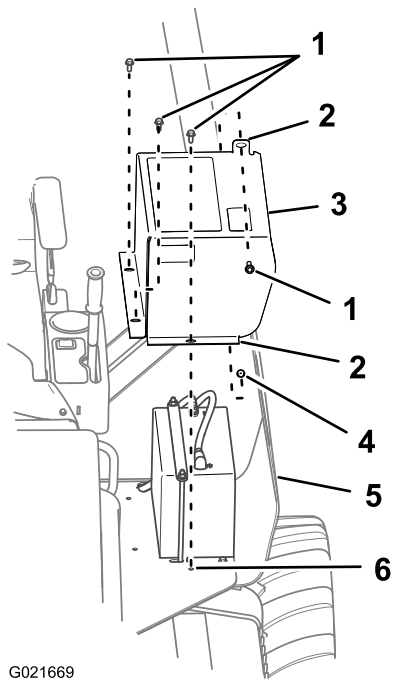

Рисунок 55
2. Снимите болт крепления крышки аккумулятора к пластине ROPS (Рисунок 55).
3. Отверните три болта крепления крышки аккумулятора к платформе оператора и снимите крышку аккумулятора (Рисунок 55)
1. Совместите отверстия в монтажных фланцах крышки аккумулятора с отверстиями в платформе оператора вокруг аккумулятора (Рисунок 55).
2. Прикрепите крышку аккумулятора к пластине ROPS с помощью болта (Рисунок 55).
3. Закрепите крышку аккумулятора на платформе оператора с помощью трех болтов, которые вы сняли ранее (Рисунок 55).